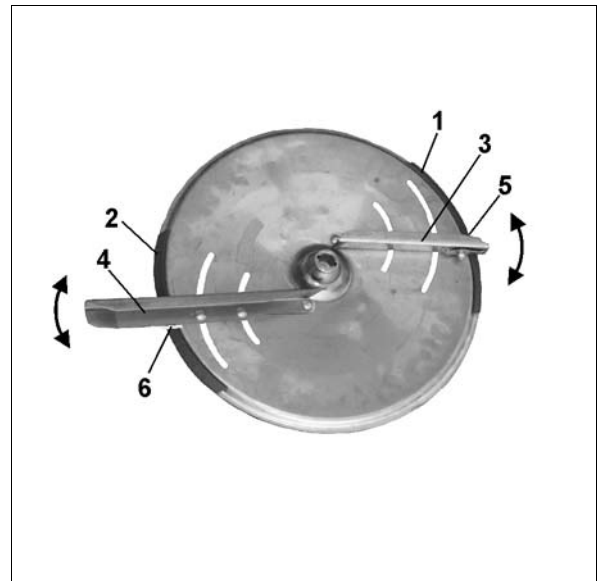

Fig. 29
Zur exakten, werkzeuglosen Einstellung der einzelnen Streuschaufelstellungen sind auf jeder Streuscheibe zwei unterschiedliche, unverwechselbare Skalen (Fig. 29/1 und Fig. 29/2) angeordnet.
Der kürzeren Streuschaufel (Fig. 29/3) ist die Skala (Fig. 29/1) mit den Werten von 5 bis 28 und der längeren Streuschaufel (Fig. 29/4) die Skala (Fig. 29/2) mit den Werten von 35 bis 55 zugeordnet.
Das Verschwenken der Streuschaufeln auf einen höheren Zahlenwert der Skala (Fig. 29/1 bzw. Fig. 29/2) bewirkt eine Vergrößerung der Arbeitsbreite.
- Den Skalenwert für die Schaufelstellung der **kurzen** Streuschaufel auf der Skala (Fig. 29/1) aufsuchen.
- Ablesekante (Fig. 29/5) der **kurzen** Schaufel (Fig. 29/3) auf den Skalenwert schwenken und **die Flügelmutter wieder fest anziehen**.
- Den Skalenwert für die Schaufelstellung der langen Streuschaufel auf der Skala (Fig. 29/2) aufsuchen.
- Ablesekante (Fig. 29/6) der langen Schaufel (Fig. 29/4) auf den Skalenwert schwenken und die Flügelmutter wieder fest anziehen.